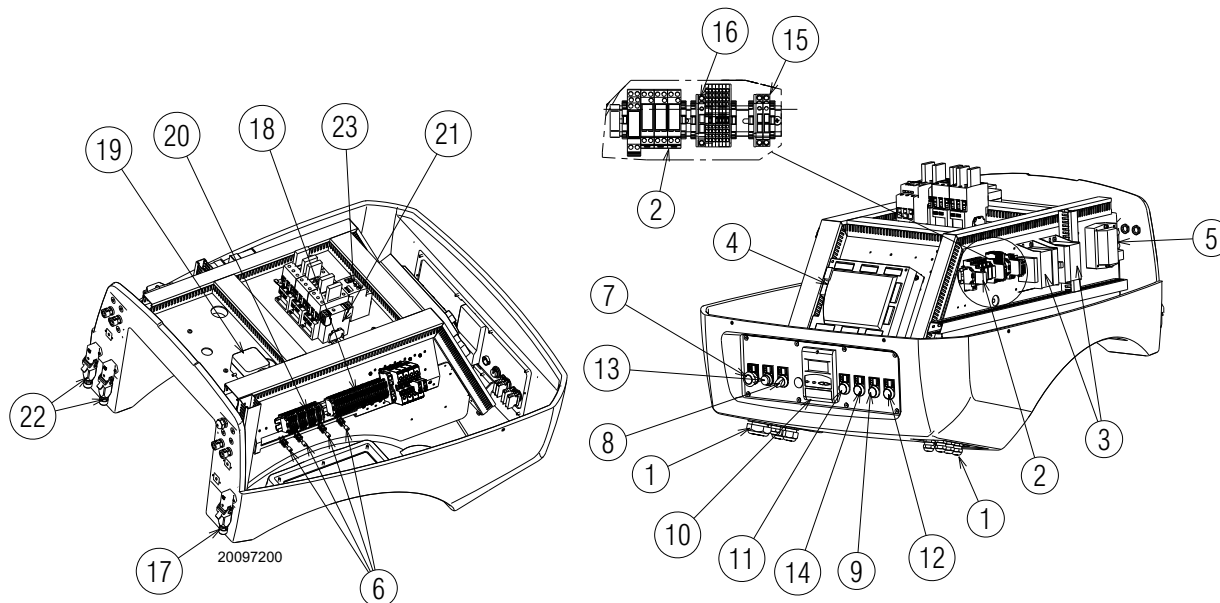

Fig. 6
- **Bloqueo caja de control:** el pulsador 13)(Fig. 6) (**led rojo**) encendido advierte que el quemador está bloqueado. Apretar el pulsador 13)(Fig. 6) para desbloquear.